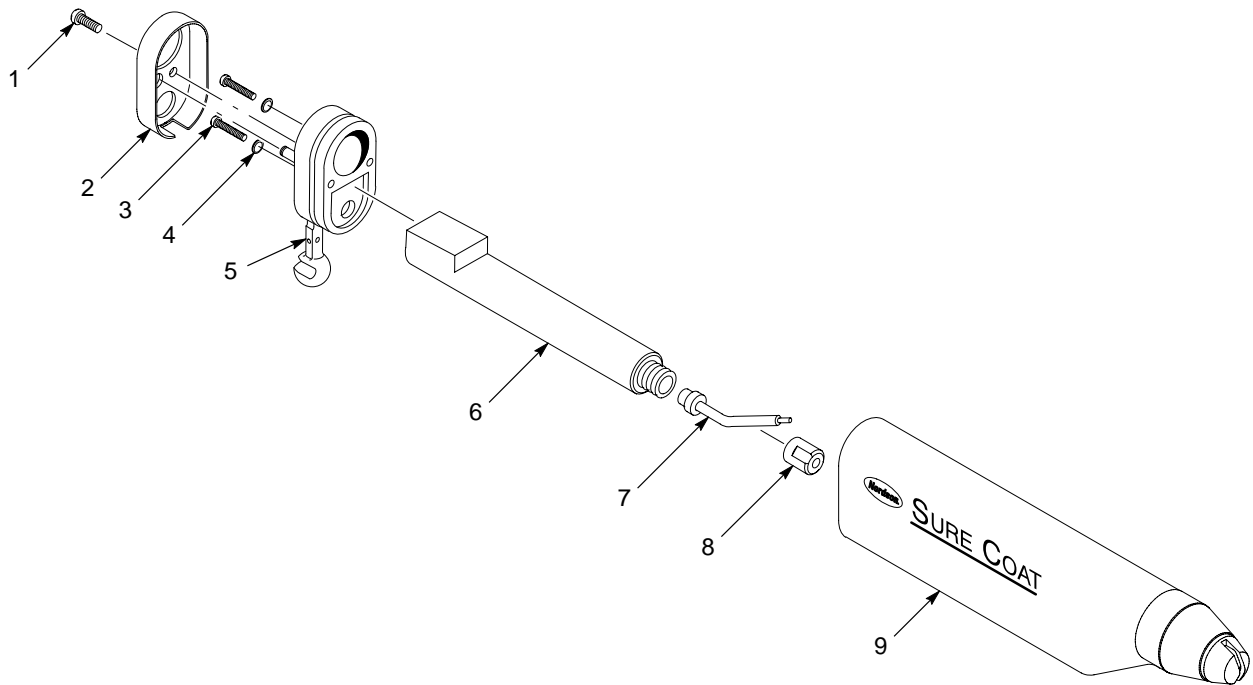

Figura 6-5 Sustitución del multiplicador de la pistola para montaje en barra
Ver la figura 6-5.
1. Instalar la punta de contacto (7) en el multiplicador nuevo (6).
2. Deslizar la tuerca del multiplicador (8) por encima de la punta de contacto y enroscarla en el extremo del multiplicador hasta que la tuerca entre en contacto con la parte frontal del multiplicador.
3. Introducir el multiplicador nuevo en el cuerpo (9). Asegurarse de que el multiplicador esté orientado tal y como se muestra en la figura 6-5.
4. Fijar el soporte de montaje (5) al cuerpo con los tornillos (3) y juntas tóricas (4).
5. Fijar la tapa final (2) al soporte de montaje utilizando el tornillo (1).